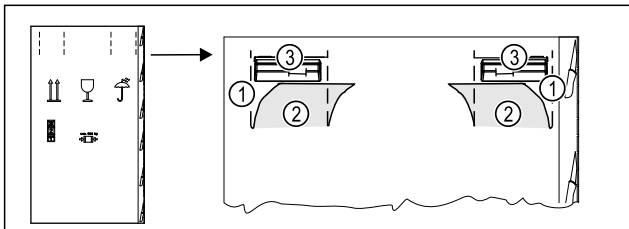

Fig. 4
- ▶ Vtlačte obalový karton nahoře na perforaci Fig. 4 (1).
- ▶ Vytáhněte vtažené spojky Fig. 4 (2).
- ▶ Pravá a levá rukojeť Fig. 4 (3) je viditelná.
- ▶ Držte spotřebič za rukojeti Fig. 4 (3).